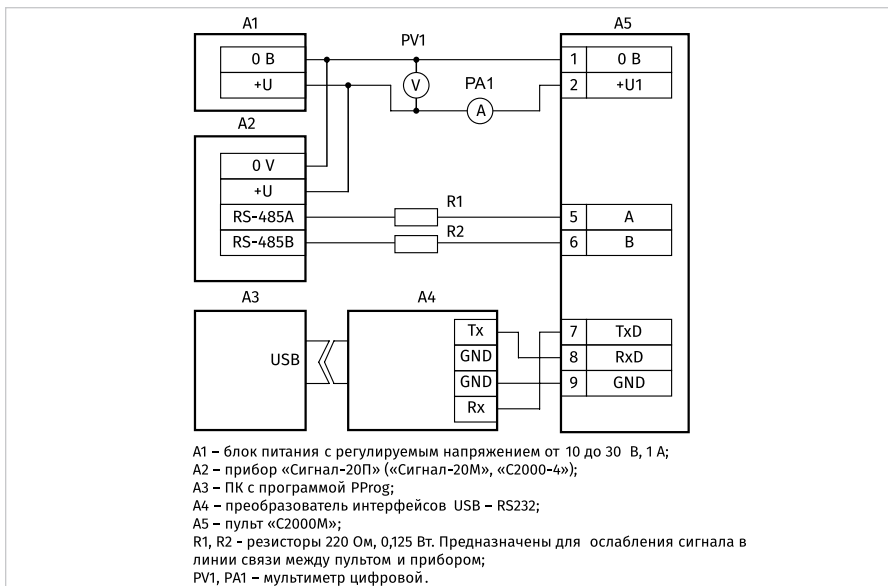
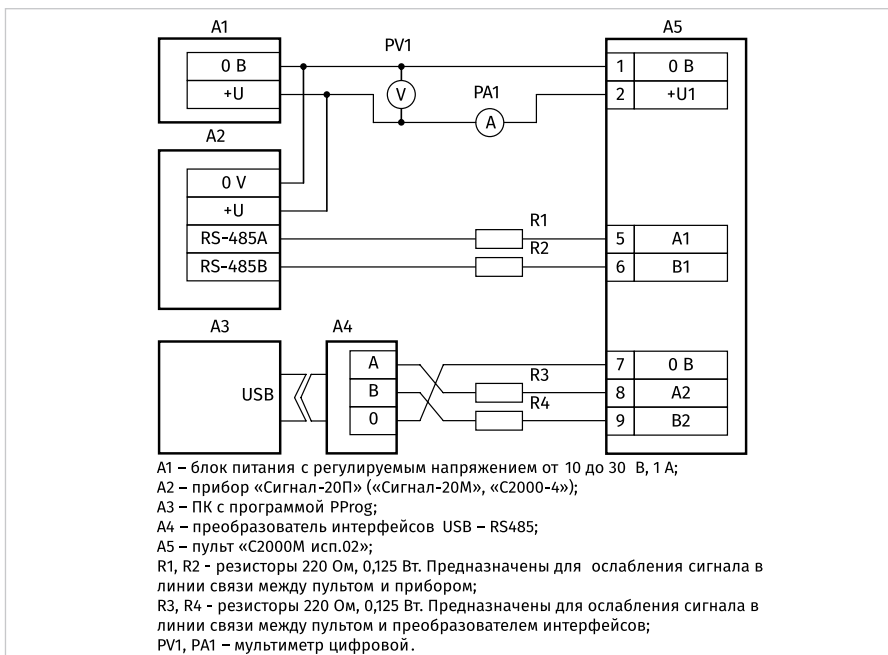

Рисунок 3. Схема подключения «С2000М» при проверке
Рисунок 4. Схема подключения «С2000М исп.02» при проверке
1.1. Проверка «С2000М» проводится по схеме Рисунок 3, «С2000М исп.02» - по схеме Рисунок 4. Общее время проверки технического состояния одного прибора – не более 20 мин. При проверке используется программа PProg.